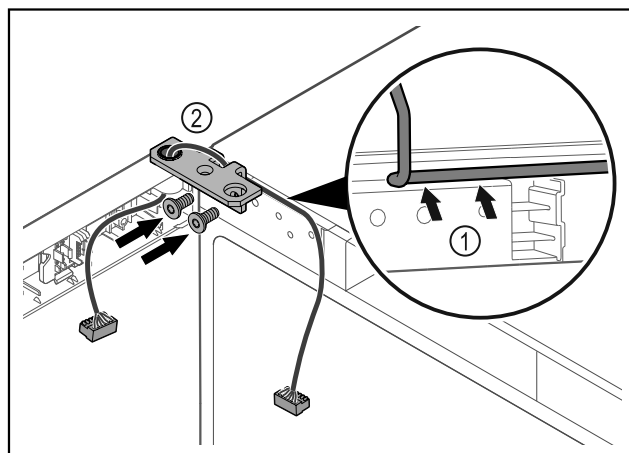

Fig. 32
- Kabel door de uitsparing van de scharnierhoek leiden en voorzichtig monteren Fig. 32 (1).
- Scharnierhoek Fig. 32 (2) vastschroeven.